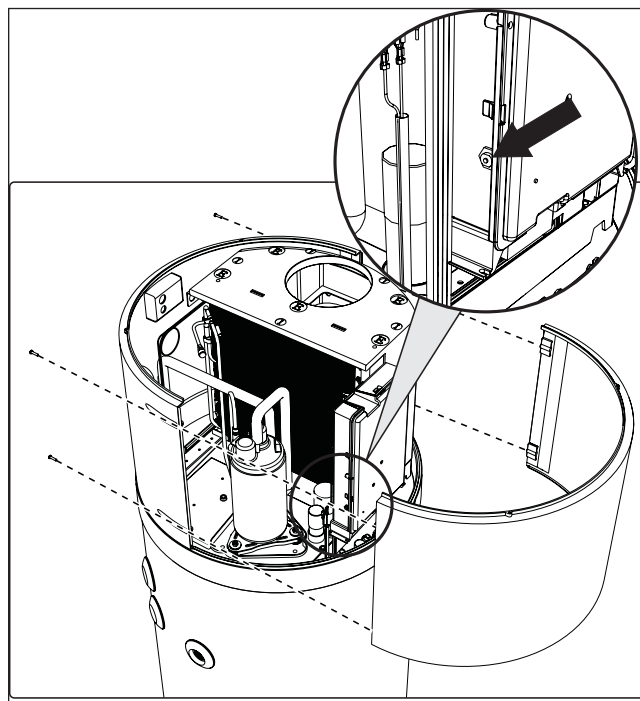

fig. 75- Remoção do painel frontal
- Remova o painel frontal e reponha manualmente o termostato de segurança acionado (fig. 75). No caso de intervenção, o pino central do termostato fica saliente aprox. 2 mm.